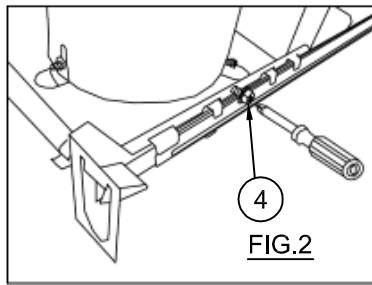

FIG.2
1.- For Wooden Joists: Extend the Bar Hangers (1), use joist alignment tabs to locate fixture and hammer the nails (2) into Joists (3). Drive additional nails through holes in Bar Hangers for alternate support if required. Bars may be shortened at score mark to fit tight mounting conditions and joist alignment tabs removed to adjust vertically as needed by breaking off with pliers.
2.- Position Housing in desired location relative to the Bar Hangers and tighten the screws (4) to prevent further Housing movement. (Fig.2)
1.- Para vigas de madera: Extienda las barras suspensoras (1), utilice pestañas de alineación con las vigas para colocar el accesorio y clave los clavos (2) en las vigas (3). Inserte clavos adicionales en los orificios de las barras suspensoras para una sujeción complementaria en caso de que sea necesario. Las barras suspensoras pueden recortarse con tenazas por las zonas marcadas para ajustarse a condiciones de montaje estrechas y las pestañas de alineación con las vigas pueden retirarse para ajustarse verticalmente según sea necesario.
2.- Coloque la carcasa en la ubicación deseada junto a las barras suspensoras y apriete los tornillos (4) para evitar que se mueva la carcasa. (Fig.2)
1.- Pour les solives en bois : Étendez les barres de suspension (1), servez-vous des languettes d'alignement des solives pour installer le luminaire et enfoncez les clous (2) à l'aide d'un marteau dans les solives (3). Enfoncez des clous supplémentaires dans les trous de la barre de suspension pour un soutien supplémentaire, si besoin. Les barres peuvent être raccourcies pour s'adapter aux conditions de montage spécifiques et les languettes d'alignement des solives peuvent être retirées pour un ajustement vertical en les rompant avec une pince.
2.- Placez le boîtier dans la position souhaitée par rapport à la barre de suspension et serrez les vis (4) pour éviter tout mouvement du boîtier. (Fig. 2)